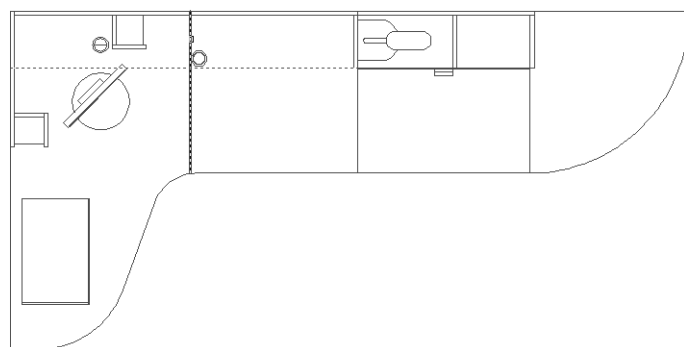

Рис. 6.45 ▼ Горизонтальная линия выбрана для сопряжения – выбор вертикальной линии
15. Обрежьте полученную в п. 14 линию, используя в качестве ограничивающего ребра левую границу контура крышки парты, а затем выполните сопряжение с радиусом 40 мм оставшейся части горизонтальной линии и вертикальной линии, созданной в п. 13 (рис. 6.45).